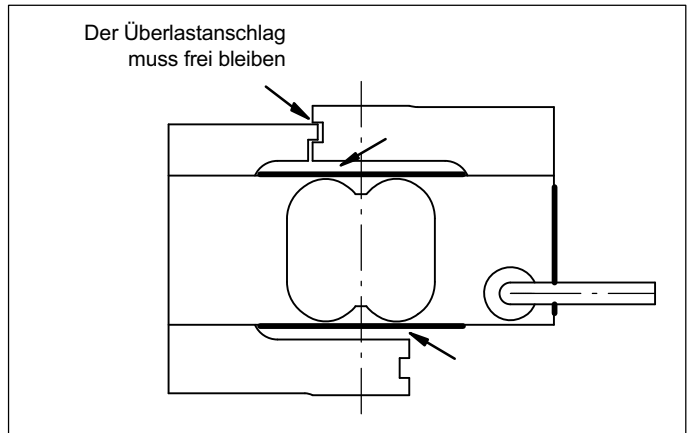

Abb. 5.1 Ablagerungen an den gekennzeichneten Stellen sind zu vermeiden
*Fehlmessungen können die Folge sein, wenn sich Staub oder Schmutz in den Wägezellen ablagern. Die betreffenden Stellen sind in Abb. 5.1 mit Pfeilen markiert.*